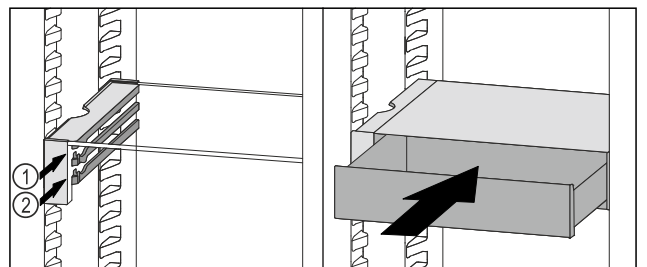

Fig. 84
- ▶ VarioSafe-Schubfach hinter den Stopperrn auf gewünschter Rippe Fig. 84 (1) oder Fig. 84 (2) aufsetzen.